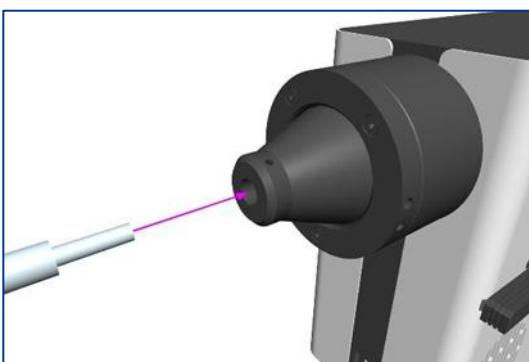

Abbildung 14
1. Führen Sie ein freies Ende eines 3-mm-Flüssigkeitslichtleiters in die Lichtquelle ein und vergewissern Sie sich, dass der Lichtleiter vollständig im Ausgangsrohr der Lichtquelle sitzt (Abbildung 14).